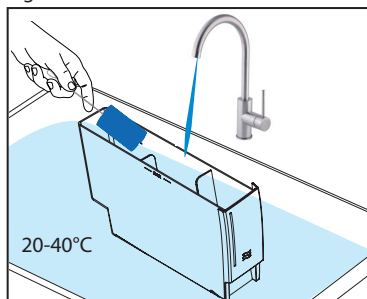

Fig.2
2. Hugasan ang tangke ng tubig gamit ang malinis na tubig, 20-40 °C. Maaaring gumamit ng food-safe na panlinis. (Tingnan ang Fig.2)